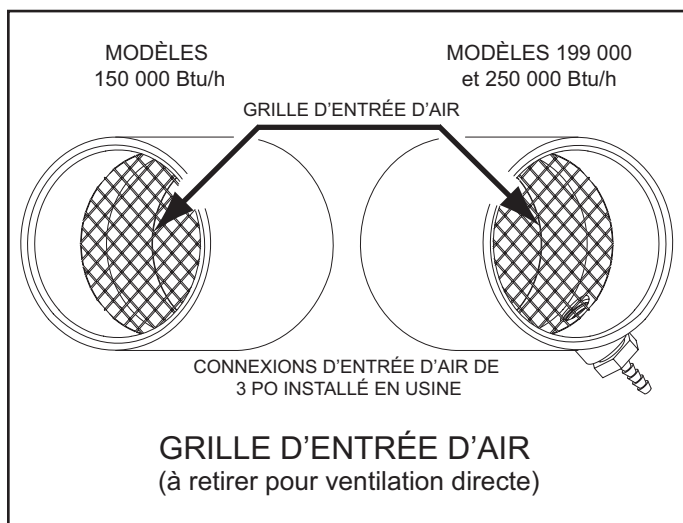

Figure 19
13. S'assurer que la grille d'entrée d'air sur la connexion d'entrée d'air au chauffe-eau est retiré avant de connecter le tuyau d'entrée d'air au chauffe-eau. Voir Figure 19.